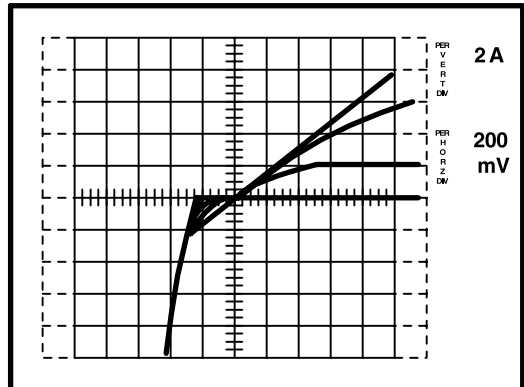
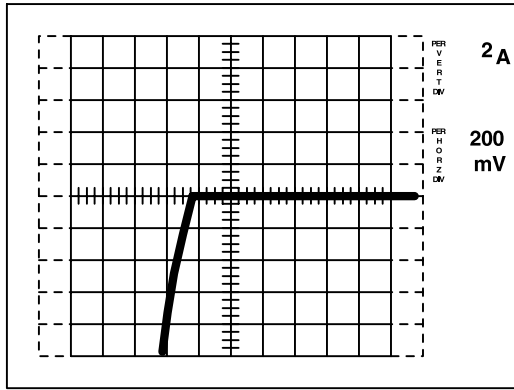

Рис. 11. Смешанные характеристики N-канального транзистора
Рис. 12. Характеристики N-канального прибора при отсутствии управления затвором
4. Прибор подключается с помощью переключателя LEFT/RIGHT. Напряжение увеличивается ручкой VARIABLE COLLECTOR SUPPLY, чтобы достигнуть требуемого пикового значения I_d . Помните, что прибор нагревается. Рис. 11 показывает картинку, полученную на IRF630. Чтобы получить отдельную обратную характеристику диода, измените полярность ступеньки. Полевой транзистор не работает и изображение будет напоминать то, что показано на рис. 12. Полярность ступеньки тоже нужно изменить для получения смешанных характеристик P-канального прибора.